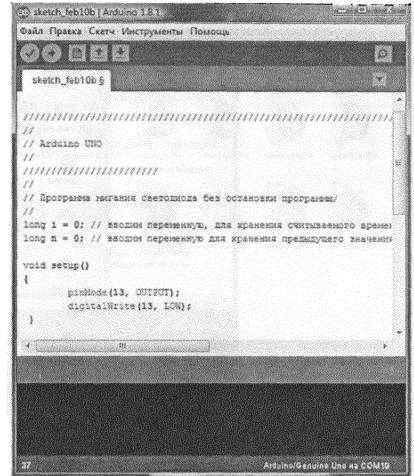

Рис. 4
10. Через несколько секунд текст появится в окошке (рис. 4).